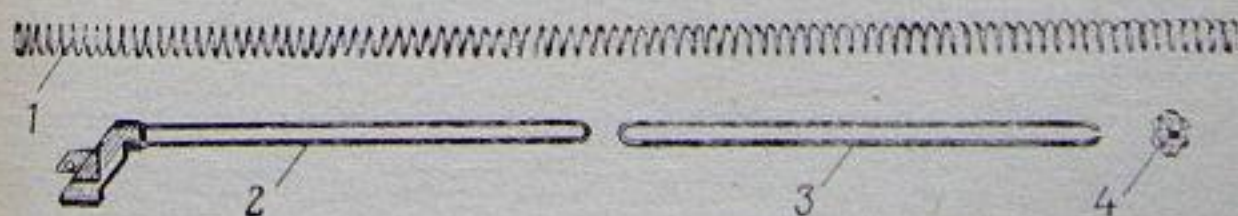

Рис. 30. Возвратный механизм:
17. Возвратный механизм (рис. 30) служит для возвращения затворной рамы с затвором в переднее положение. Он состоит из возврат-